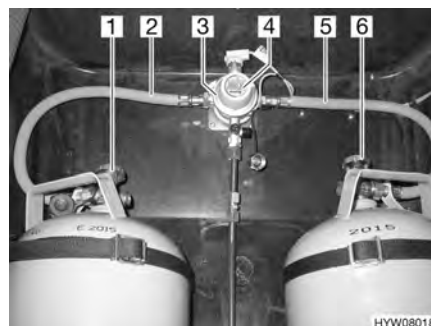
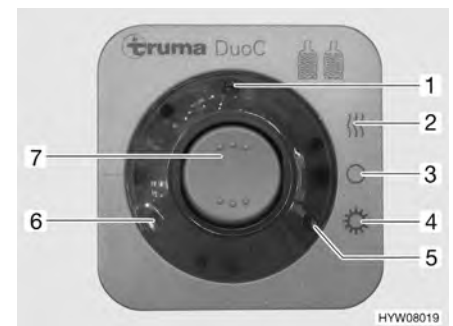

Fig. 98 Instalación de conmutación DuoControl
Fig. 99 Unidad de mando
La instalación de conmutación DuoControl se compone de una válvula selector (Fig. 98,3) y la unidad de mando (Fig. 99). La válvula selector está montada entre las gomas del gas (Fig. 98,2 y 5). Con el botón giratorio (Fig. 98,4)
En la unidad de mando (Fig. 99) únicamente pueden conmutarse las funciones eléctricas. Las llaves de paso principales de las bombonas de gas (Fig. 98,1 y 6) deben abrirse a mano.
La válvula selectora garantiza una presión de gas constante independientemente de cuál sea la bombona de gas que suministre el gas. Las dos luces de control en la unidad de mando indican el nivel de llenado de la bombona de servicio. Al estar encendida la luz de control verde (Fig. 99,6), estará llena la bombona de servicio. Al estar encendida la luz de control roja (Fig. 99,5), estará vacía la bombona de servicio. Entonces, el suministro de gas se realizará a través de la bombona de reserva.
- Abrir las llaves de paso principales en las bombonas de gas (Fig. 98,1 y 6).
- Con el botón giratorio (Fig. 98,4) en la válvula selectora (Fig. 98,3), seleccionar la bombona de gas de la que habrá de tomarse el gas principalmente (bombona de servicio).
- Conectar la instalación de conmutación DuoControl en la unidad de mando (Fig. 99).
Para ello, ajustar el interruptor basculante (Fig. 99,7) en modo de invierno "On y calentar" (Fig. 99,2) o en modo de verano "On" (Fig. 99,4). Ahora, estará purgada de aire la válvula selectora. La luz de control amarilla (Fig. 99,1) estará encendida al haber seleccionado el modo de invierno y estando conectado el deshelador de regulador.
- Poner el interruptor basculante (Fig. 99,7) en "O" (Fig. 99,3). La luz de control amarilla (Fig. 99,1) se apaga.
- Cerrar las llaves de paso principales en las bombonas de gas (Fig. 98,1 y 6).
Las luces de control en la unidad de mando (Fig. 99,5 y 6) señalizan en el interior del vehículo si la bombona de servicio está dispuesta para el funcionamiento.
En caso de que luz de control verde (Fig. 99,6) se apague durante el servicio y se encienda la luz de control roja (Fig. 99,5), estará vacía la bombona de gas seleccionada como bombona de servicio y deberá ser cambiada. La bombona de reserva seguirá suministrando gas a los consumidores de gas.